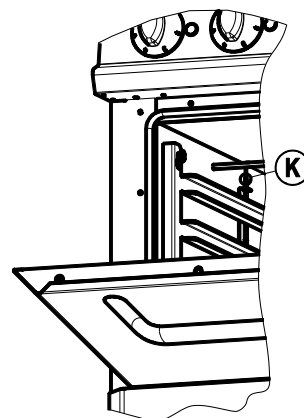

Fig.3
- Durant le nettoyage, veiller à ne pas endommager le capteur "K" (fig.3) du thermostat situé à l'intérieur du four.